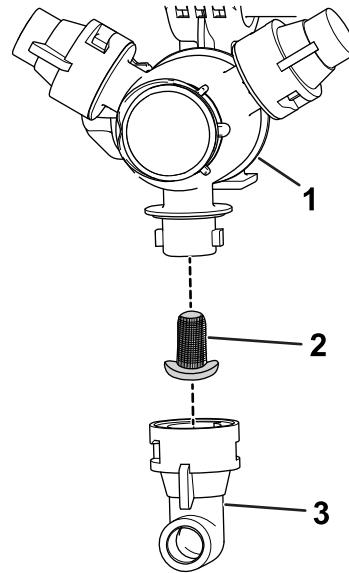

Bild 103
2. Nehmen Sie die Düse vom Sprühdrehkreuz ab (Bild 103).
3. Entfernen Sie den alten Düsenfilter (Bild 103).
4. Setzen Sie den neuen Düsenfilter ein (Bild 103).
5. Setzen Sie die Düse auf das Sprühdrehkreuz auf (Bild 103).